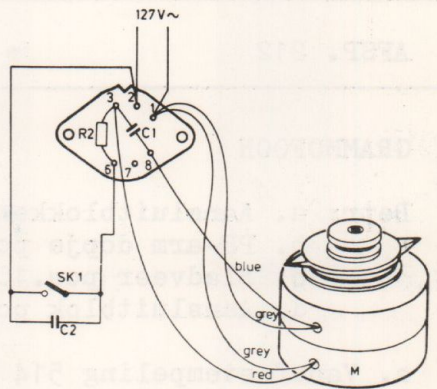

Fig. 2.
Samtidig med at pick-uparmen bevæges mod centrum, drejes tappen på pos. 75 mod uret i profilbøjlen pos. 81. Når pick-upnålen er 65 mm fra centrum (1/2 kritisk diameter) rører tappen ved profilbøjlen. Så snart pick-upnålen når ud i grammfonpladens udløbsrille, bliver pos. 81 skubbet mod centeret. Dette får palen 81 til at dreje i "stop-stilling", hvilket aktiverer pos.84 og processen gentages som beskrevet under den manuelle stopfunktion (se just fig.2) Hvis grammfonpladens normale informationsrille har en diameter 65 mm, vil afbryderprofilen under kommandoskiven skubbe palen 85 tilbage i normalstillingen. Først i det øjeblik pick-upnålen når hen til udløbsrillen startes stopproceduren.
Når PU-armen beveges mot midten, går fremspringet på holder 75 bakover i skinen 81. Når stiften er 65 mm fra plate-tallerkenens sentrum (1/2 kritisk diameter), støter dette fremspringet mot baksiden av skinne 81. Så snart stiften når rillen med stort utsving, forskyves skinne 81 og fangarm 84 beveges inn i veien for stopphaken, Stopphaken skyver fangarmen ut av veien, og stoppmekanismen trer i funksjon (se justeringer fig.2). Når platens normale rille er delvis innenfor radien på 65 mm, skyver stopphaken under styreskiven fangarmen lett tilside. Bare når stiften når rillen med stort utsving, vil styreskiven skyve fangarmen ut av veien.